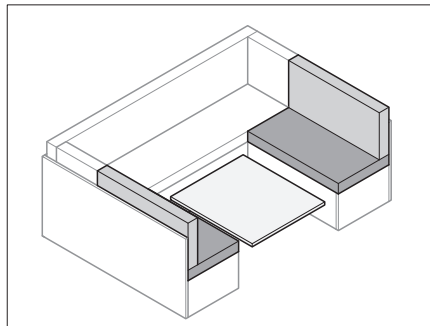

Bild 70 Tisch umbauen
- Tisch (Bild 70) zum Bettunterbau umbauen (siehe Abschnitt 7.7).